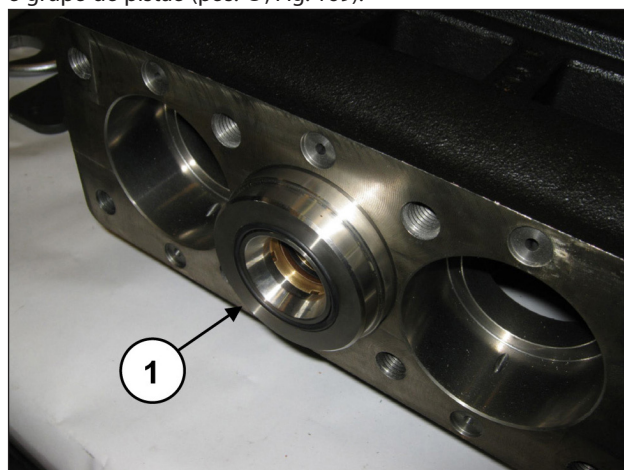

Fig. 169
Gire o eixo para fazer avançar o guia do pistão, de modo que o tampão, avançando, possa ejetar o suporte de vedação e todo o grupo do pistão (pos. ①, Fig. 169).